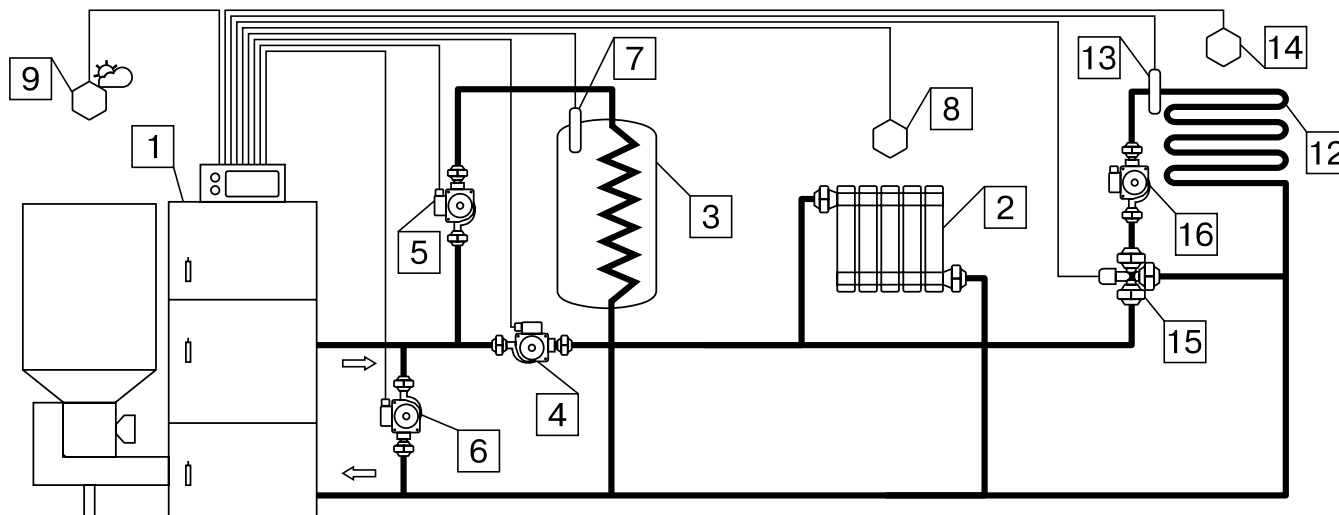
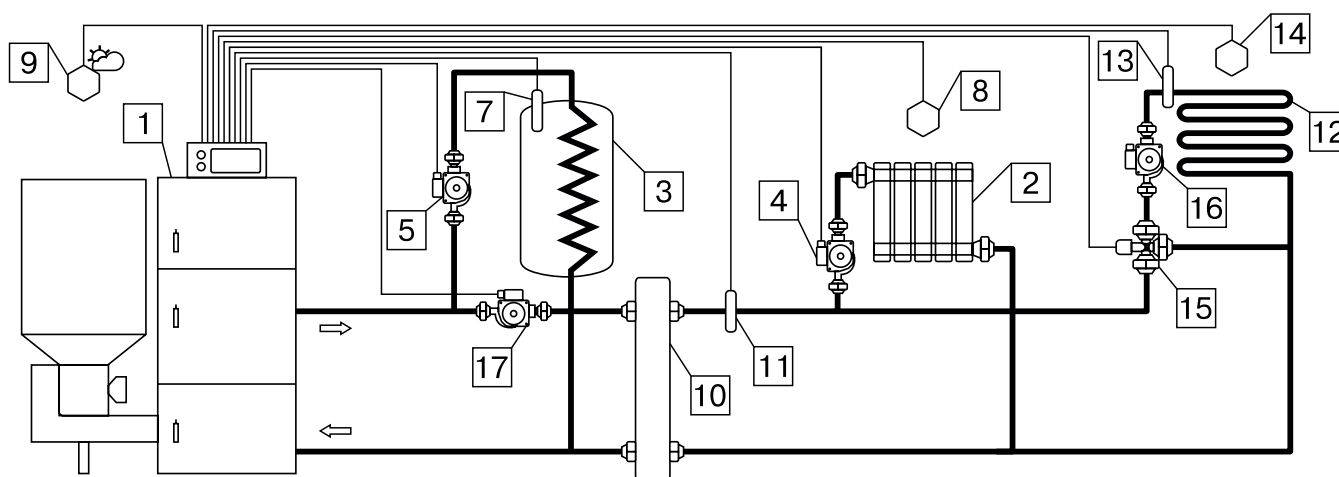

Рис.9 Упрощенная схема подключения котла с узлом рециркуляции
Рис.10 Упрощенная схема подключения котла с гидроразделителем
7.4.1. Упрощенные варианты схем монтажа котла с закрытой системой отопления представлены на Рис.9; Рис.10.
7.4.5. Во избежание конденсации продуктов сгорания в котле и повышения долговечности котла и дымохода, отопительный котел должен быть оборудован контуром рециркуляции или смесительным устройством, поддерживающим температуру теплоносителя на входе в котел выше 65°C, (точка росы продуктов сгорания) (см. поз.10 Рис.9). Для монтажа системы рециркуляции на стенке котла предусмотрены патрубки (поз.21 Рис.3).